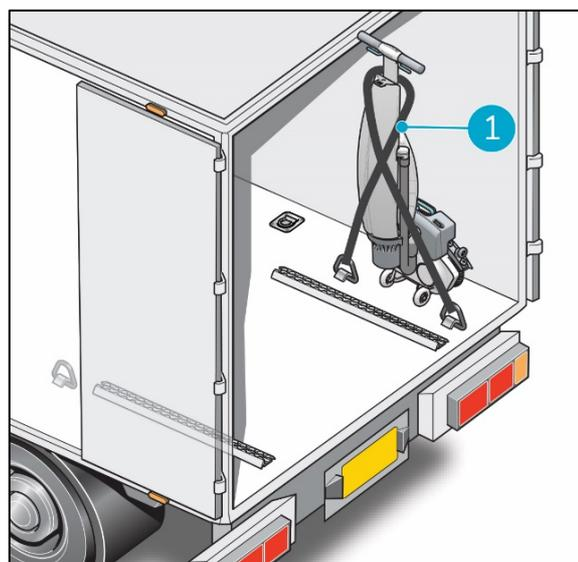

Figure 7
5. Fixez l'i-mop à l'aide d'une ceinture de tension ou d'un autre dispositif de retenue approprié (Figure 7, pos 1).